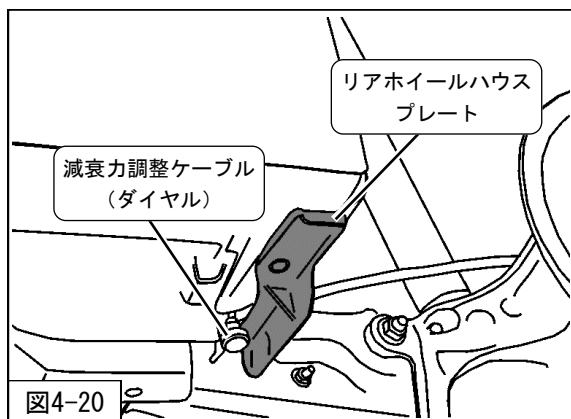

図4-20
20. 減衰力調整ケーブルを車外に通し、リアホイールハウスプレートを取付けてください。（図4-20）